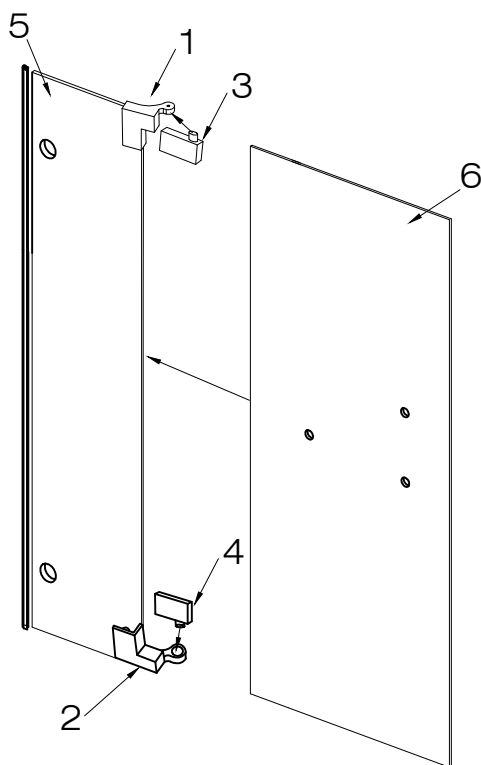

FIG. 5
1. Insérez la partie convexe de la charnière tournante argentée (n° 4) dans le point concave de la base de charnière tournante argentée (n° 2) [CF. FIG. 5].